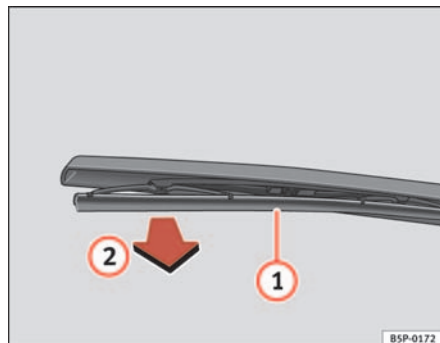

Fig. 160 Cambio de la escobilla del limpiaventana
- Separe el brazo del limpiaventana de la luneta ⇒ fig. 160
- Desenclipe la escobilla ① y tire de ella ② ⇒ fig. 160